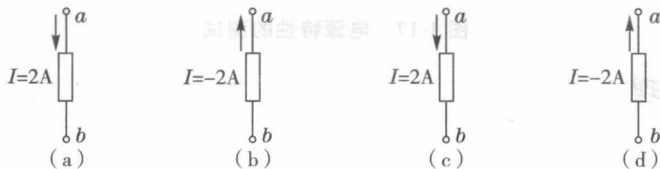

图 1-15 习题 3 图
3. 求图 1-15 中电压 U_{ab} , 并指出电流和电压的实际方向。已知电阻 $R = 4\Omega$ 。